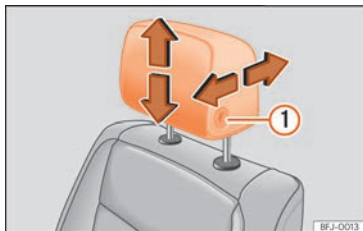

Abb. 106 Vordersitz: Kopfstützeinstellung.
- Schieben Sie die Kopfstütze bei gedrückter Taste »» **Abb. 106** **1** in der entsprechenden Pfeilrichtung nach vorn oder hinten.
- Schieben Sie die Kopfstützen in die entsprechende Pfeilrichtung nach unten oder oben. Um die vorderen Kopfstützen nach oben oder nach unten zu schieben, muss die Taste »» **Abb. 106** **1** gedrückt werden; bei den hinteren Kopfstützen muss die Taste »» **Abb. 107** **1** nur zum Absenken gedrückt